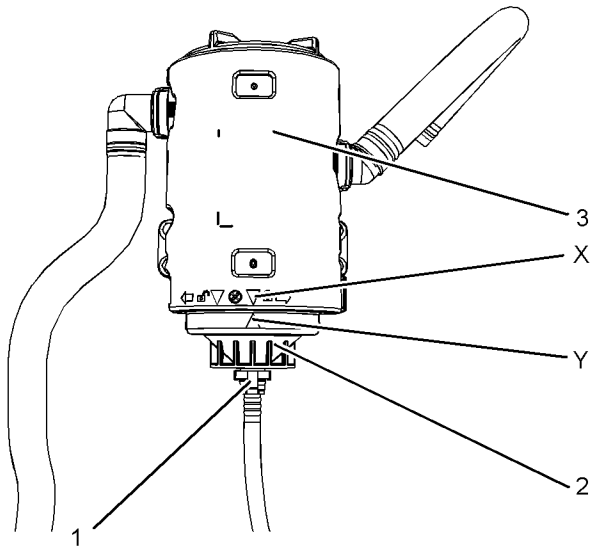

Abbildung 93
6. Die Filtereinheit und den unteren Deckel (2) einbauen. Den unteren Deckel von Hand im Uhrzeigersinn festdrehen, bis er auf dem Entlüftergehäuse einrastet. Sicherstellen, dass die Ausrichtungsmarkierungen (X und Y) korrekt ausgerichtet sind. Siehe Abbildung 93.
- Den Leitungsanschluss (1) anbringen.